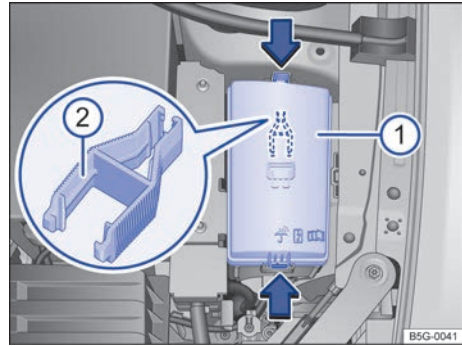

Fig. 220 En el vano motor: cubierta (1) de la caja de fusibles con pinza de plástico (2).
- Para desbloquear la cubierta de la caja de fusibles, presione las teclas de bloqueo en el sentido que indican las flechas ⇒ fig. 220 (1).